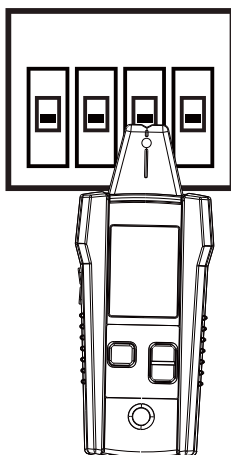

Figura 3.2c: Allineamento della scanalatura del sensore della punta con il salvavita
2. Allineare longitudinalmente la scanalatura sul sensore della punta con l'interruttore/fusibile (vedi figura 3.2c).